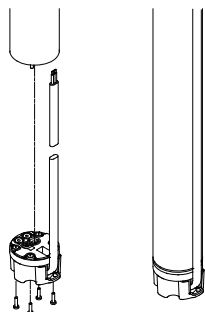

Рис. 7
4. Вставьте штекер в разъем электродвигателя. Штекер имеет позиционирующие элементы и потому не может быть подключен неправильно, смотри рис. 7.
5. Установите и затяните четыре винта (1-1,5 Нм), смотри рис. 7.